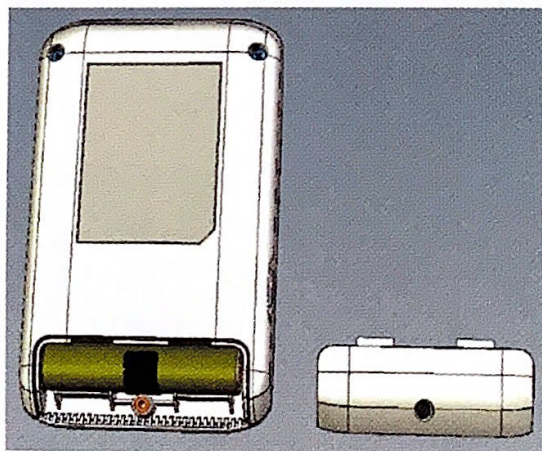

Рис. 12
7.1 Для установки / замены батареек отвинтите крепёжный винт и снимите крышку отсека батареек на задней стороне прибора (Рис. 12).